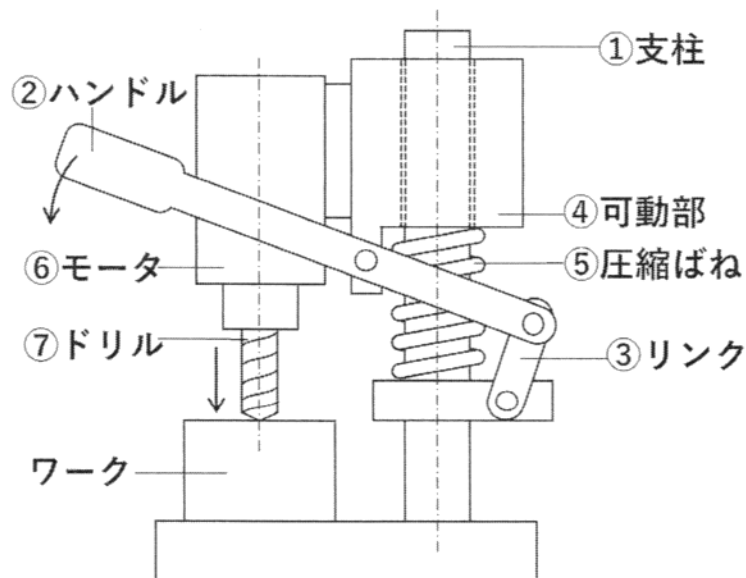

図 3-1
Ⅰ. 図3-1は，部品①～⑦で構成され，ハンドルに下向きの力を加えてワークを加工しているときの，ボール盤の概略図である．以下の設問に答えよ．
- (1) 表3-1は，部品同士が直接相互作用している関係を示したものである．(a)～(f)にあてはまる，力の向きまたは運動の拘束の向きの関係を，(※1)および(※2)の例にならって，それぞれ記せ．
- (2) 複数の部品の組み合わせ，(i)②③④および(ii)①④⑤は，部品群⑥⑦に，それぞれどのような作用をしているか，それぞれ30文字程度で記せ．
- (3) 図3-1のリンク機構を用いないボール盤の概略図を1つ示せ．